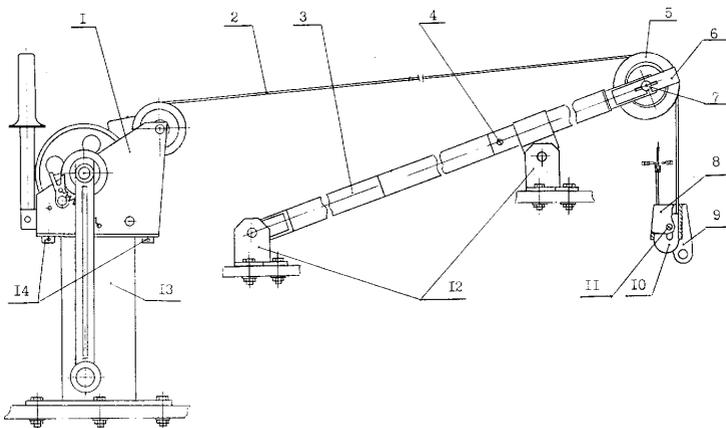

Рисунок 5.1
5.1 Лебёдка (рисунок 5.1) состоит из вьюшки 1, двух стоек 13 и стрелы 3. Стойки являются неподвижной основой вьюшки и крепятся к ней болтами 14. На барабан вьюшки намотан стальной канат 2 с токопроводящей жилой, свободный конец которого переброшен через вращающийся ролик 5 стрелы. На конце каната закреплен карабин 8, к серьге 9 которого подвешиваются гидрологические приборы. Стрела устанавливается по месту с помощью двух обоймы 12 и обоймы 15.
5.4 Стрела лебёдки (см. рисунок 5.1) выполнена разборной и состоит из двух секций, соединяемых между собой винтами с конусообразной головкой 4, входящих в комплект стрелы. Для предохранения от самопроизвольного сбрасывания каната с ролика стрелы имеется откидывающаяся скоба 6. Ее положение фиксируется барашком 7.
7.2 Подвесить на серьгу карабина (см. рисунок 5.1) спускаемый гидрологический прибор. Подключить к сигнальному контакту прибора токопроводящую жилу каната лебёдки. Заизолировать при необходимости место контакта.